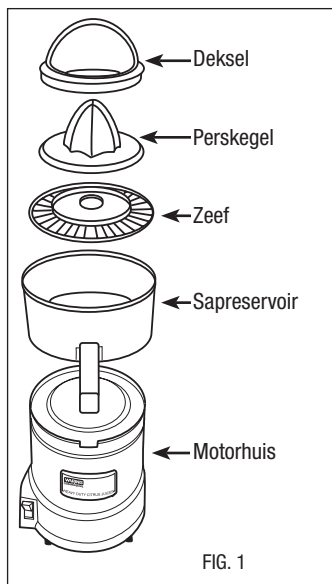

FIG. 1
ZERLEGEN: (SIEHE ABBILDUNG 1)
1. Nachdem Sie den Zitrusensafters aus seinem Karton genommen haben, machen Sie sich mit den Teilen vertraut, indem Sie das Gerät zerlegen und dabei auf Abbildung 1 Bezug nehmen.
ZUSAMMENSETZEN: (SIEHE ABBILDUNG 1)
DEMONTAGE: (ZIE FIG. 1)
MONTAGE: (ZIE FIG. 1)
SMONTAGGIO: (VEDI FIG.1)
1. Dopo avere tolto l'estrattore di succhi dall'imballaggio, l'utente potrà familiarizzarsi con le sue parti smontando l'unità e facendo riferimento alla FIG. 1.
MONTAGGIO: (VEDI FIG.1)